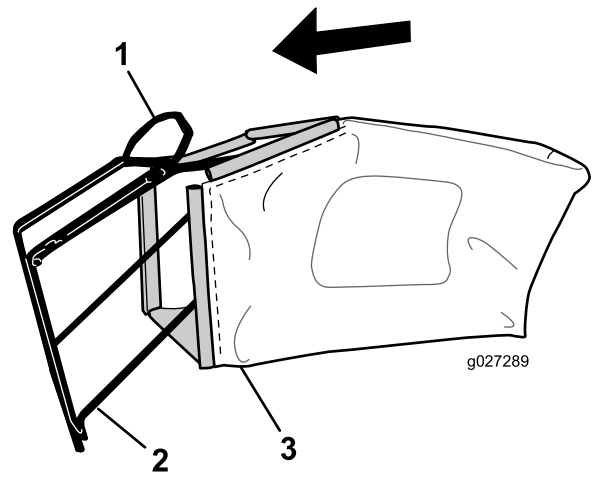

Figura 9
1. Deslize o saco de relva sobre estrutura como se mostra na Figura 9.
Nota: Não deslize o saco sobre pega (Figura 9).